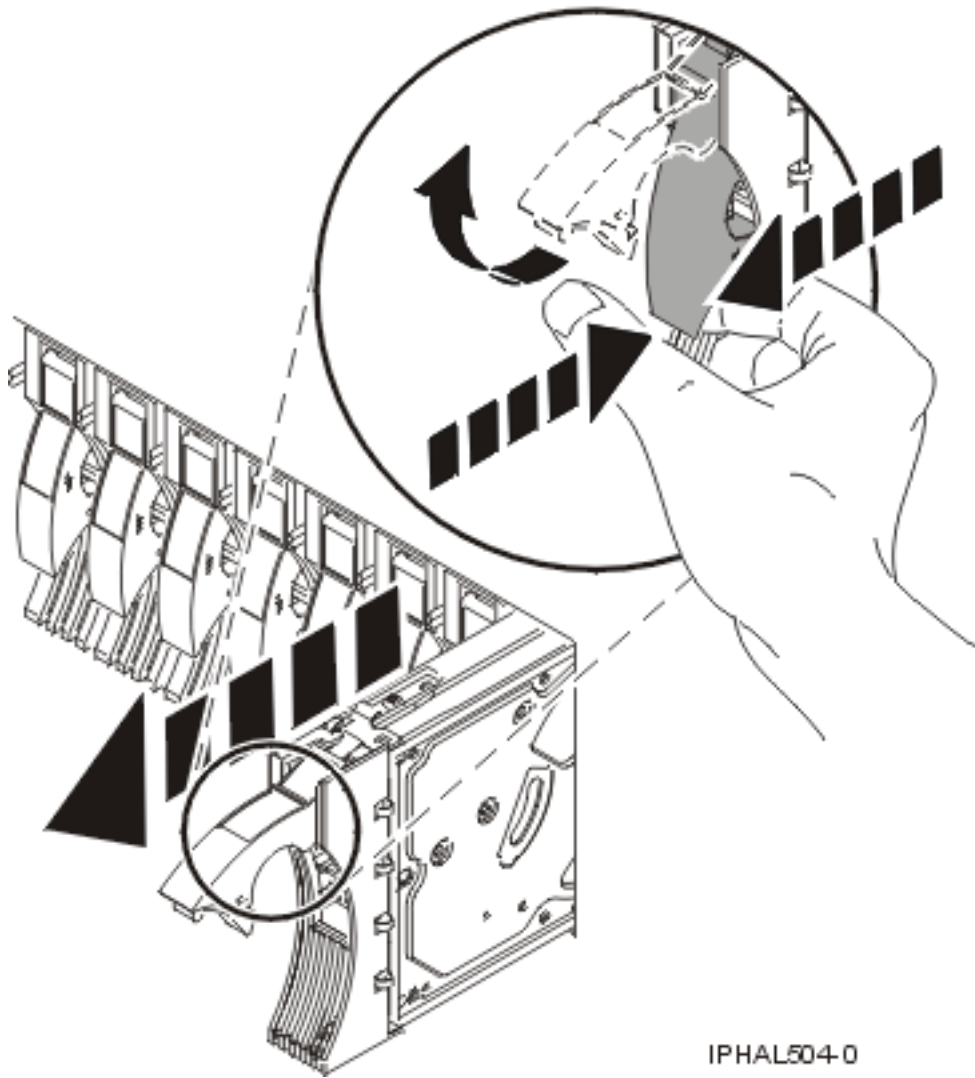

Figure 59. Retrait d'une unité de disques d'un modèle ou 7311-D20
- Appuyez sur la poignée de l'unité de disques et tirez-la vers vous pour retirer l'unité de disques (voir figure 59, à la page 98). Si la poignée n'est pas complètement sortie, vous ne pouvez pas retirer l'unité de disques de l'unité centrale ou de l'unité d'extension.